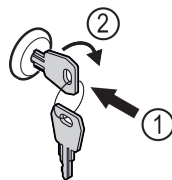

Fig. 196 Voorbeeld
- Sleutel erin duwen Fig. 196 (1).
- Sleutel 90° rechtsom draaien Fig. 196 (2).